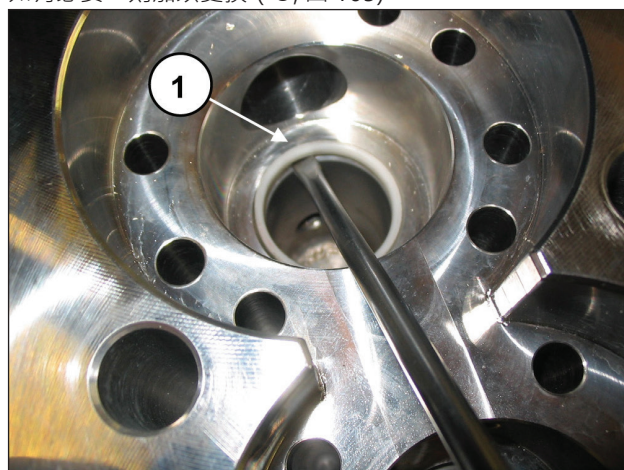

图 105
取出阀座并检查密封圈的磨损状况。如有必要，则加以更换 (①, 图 105)。